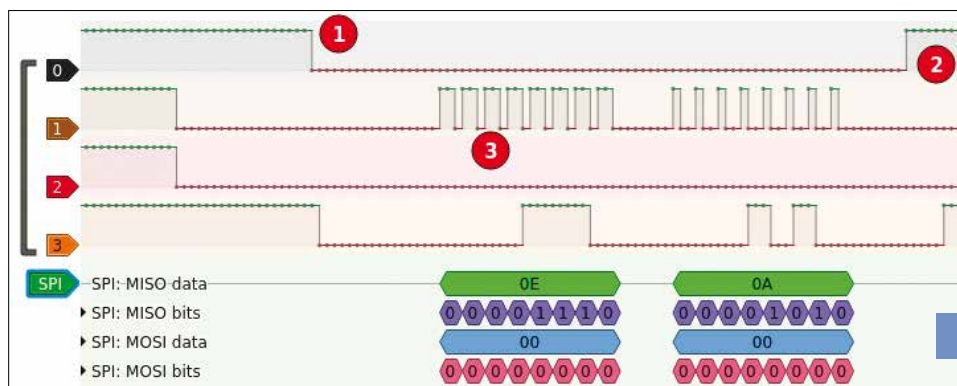

FIGURE 8
Sur le chronogramme de la figure 8, la ligne CLK est facilement identifiable, car elle transmet des séries de 8 impulsions (3), correspondant à un signal d'horloge indiquant au périphérique le moment où un bit de donnée en provenance du contrôleur est disponible sur la ligne MOSI. Le périphérique transmet simultanément sur la ligne MISO un bit de donnée à destination du contrôleur. La ligne CS d'un périphérique permet au contrôleur de lui notifier le début (1) et la fin (2) d'une transaction. Attention toutefois à la phase et la polarité du signal d'horloge (appelée communément le *mode*), qui conditionnent le fonctionnement de l'interface. Pulseview possède bien sûr un décodeur adapté, qui affiche les différentes transactions et les données échangées.